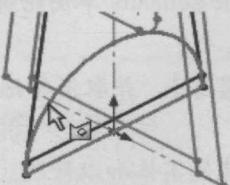

图 1-5 选择轮廓
**步骤 4 选择轮廓** 由于是相交轮廓，使用整个草图的默认设置是无效的，必须在草图中进行选择来确定拉伸区域。清除【所选轮廓】选择框中所有的草图名，选择半圆轮廓，如图 1-5 所示。